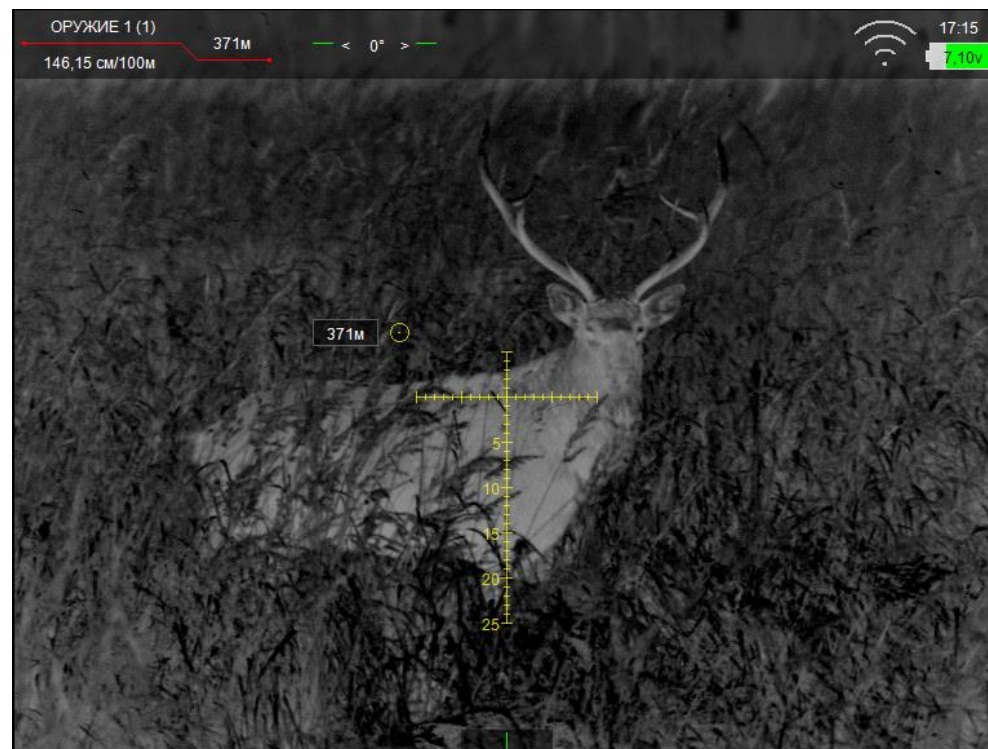

Рис. 29 – Дальномерная метка
Дальномер включается либо нажатием кнопки **(16)**, находящейся на его корпусе, либо кнопкой на пульте ДУ дальномера (пульт входит в комплект поставки). После первого нажатия кнопки на экране прицела отобразится дальномерная метка (см. рис. 29). Повторное нажатие на кнопку **(16)** дальномера производит замер дистанции (замер производится в момент нажатия на кнопку, метка загорается синим цветом). Значение расстояния высвечивается рядом с меткой. После 5 секунд бездействия дальномерная метка выключается автоматически.
Дальномер включается нажатием кнопки (16) на его корпусе в основном режиме, либо кнопкой на пульте ДУ дальномера RC-02. После этого на дисплее отобразится дальномерная метка (см. рис. 29).